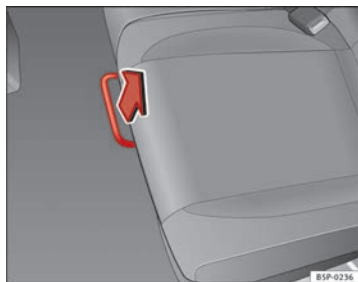

Fig. 98 Leva di sblocco del sedile posteriore
- Nella posizione a sedere, sbloccare la leva nel senso della freccia ⇒ fig. 98.